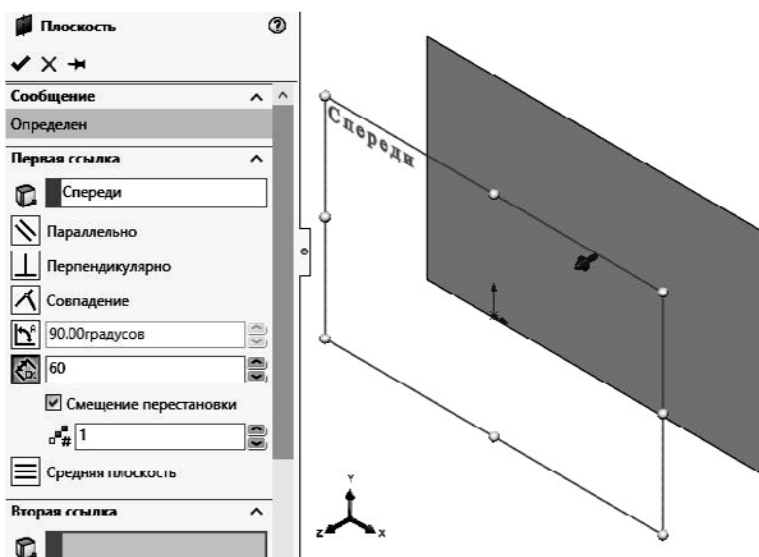

Рис. 1 Построение первой смещенной плоскости
- в дереве конструирования выбрать плоскость «Спереди», навести на неё курсор. Справа от указателя появится пиктограмма (четырёх направленная стрелка). Зажать одновременно клавишу Ctrl и левую кнопку мыши и выполнить построение первой смещенной плоскости на расстояние 60 мм, двигаясь в правом направлении. Подтвердить построение (рис. 1);